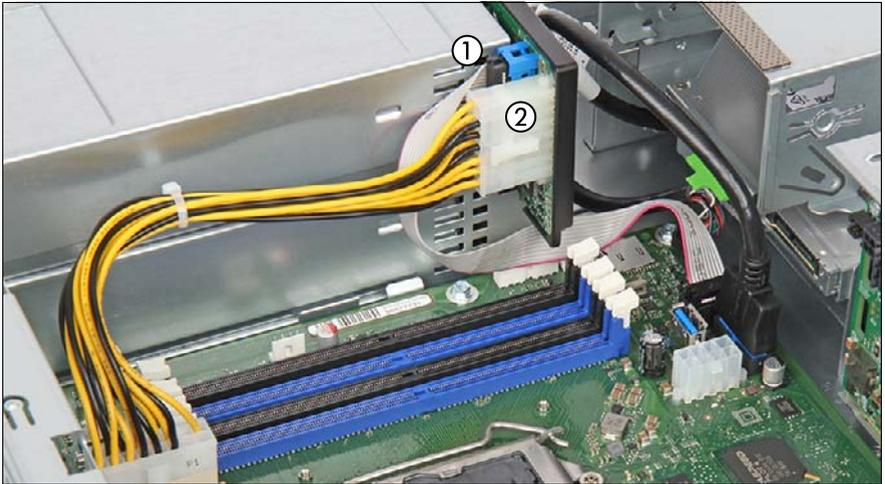

図 40: 配電ボードの接続
- ▶ ケーブルを配電ボードに接続します (図 40 を参照)。